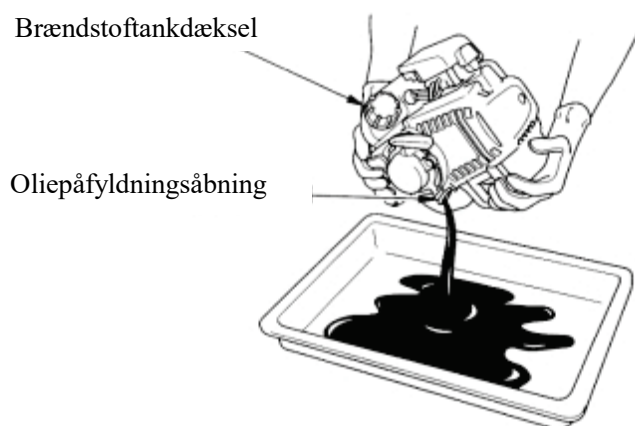

Fig. 11
c. Afmonter oliepinde, tip motoren i retning af oliepåfyldningsåbningen, og hæld olien over i den anbragte beholder som vist i fig. 11.